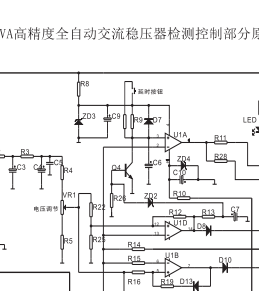

图2: 前面板部分:
3.1 SJW3系列三相高精度全自动交流稳压器面板外形见图2。